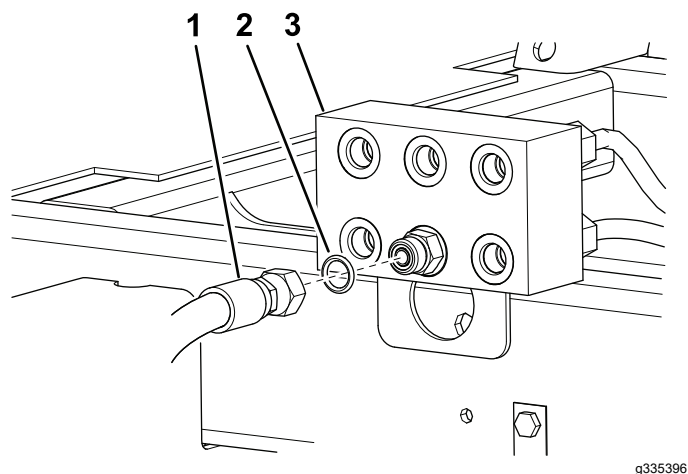

Figura 3
6. Coloque um recipiente de escoamento debaixo do coletor de junção (Figura 3).
7. Desligue o tubo hidráulico da união central inferior no coletor de junção (Figura 3).